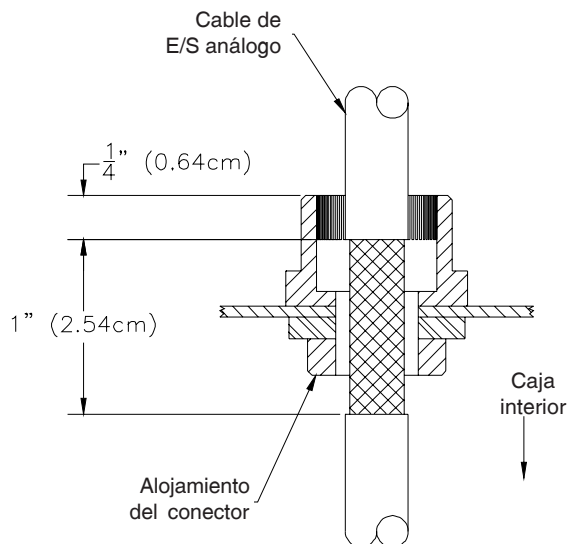

Figura 7: Desforramiento del cable de E/S
2. Pase el largo deseado de cable de E/S a través del alojamiento del conector y marque 1 pulg. (2,5 cm) del cable, que pasa a través del alojamiento del conector, a desforrar hasta el trenzado (vea la Figura 7).